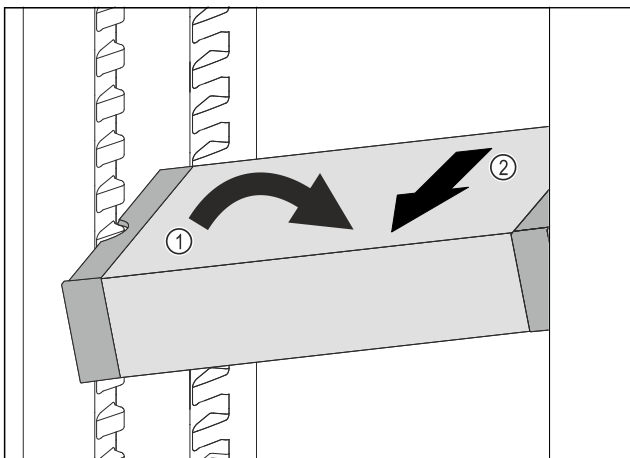

Fig. 55
- ▶ Расположите VarioSafe в холодильном отделении под наклоном. Fig. 55 (1)
- ▶ Извлеките VarioSafe движением вперед. Fig. 55 (2)